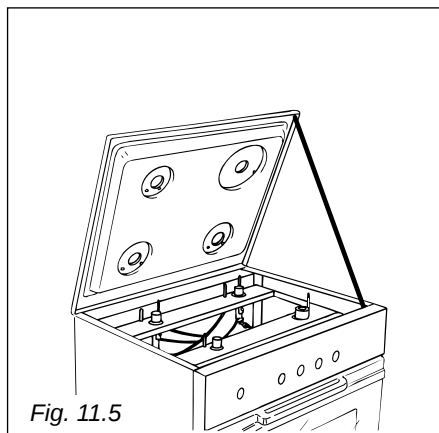

Fig. 11.5
- Tenir la taque ouverte par un étau (Fig. 11.5).